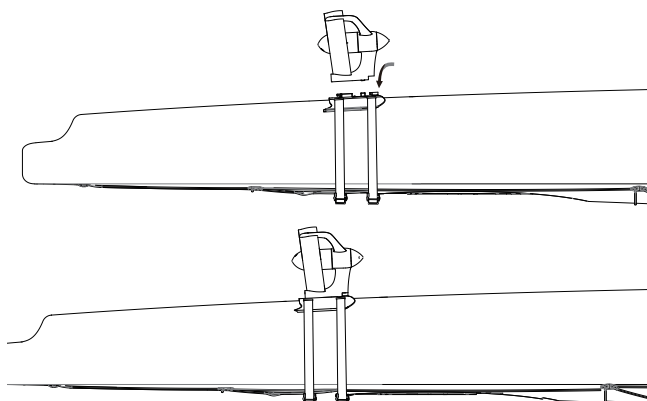

Figura 3-7
- ⑤ Fixe o motor ao adaptador universal como mostrado na Figura 3-7.